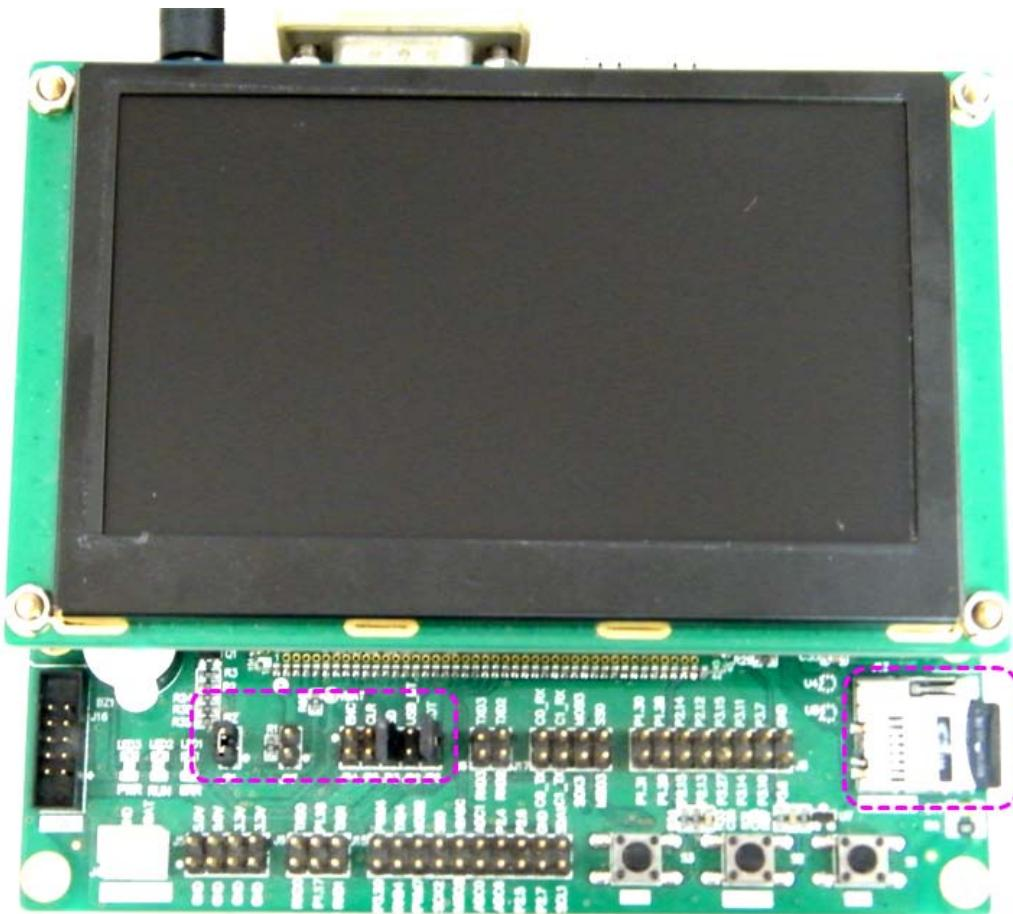

图2.2 配置为从TF卡启动
- 将格式化专用启动卡接入开发套件的TF卡卡座, 如图2.2所示;
- 使用短路器短接开发套件上的JP1（BZ，使能蜂鸣器）；短接JP3（SD，设置为从SD卡启动）；短接JP6（WDT，禁用看门狗），如图2.2 所示。
- 使用串口延长线连接PC机和开发套件的DUART（J7），如图2.2 所示；
- 将制作好的熔丝配置专用启动卡接入开发套件的TF卡卡座，如图2.2 所示；